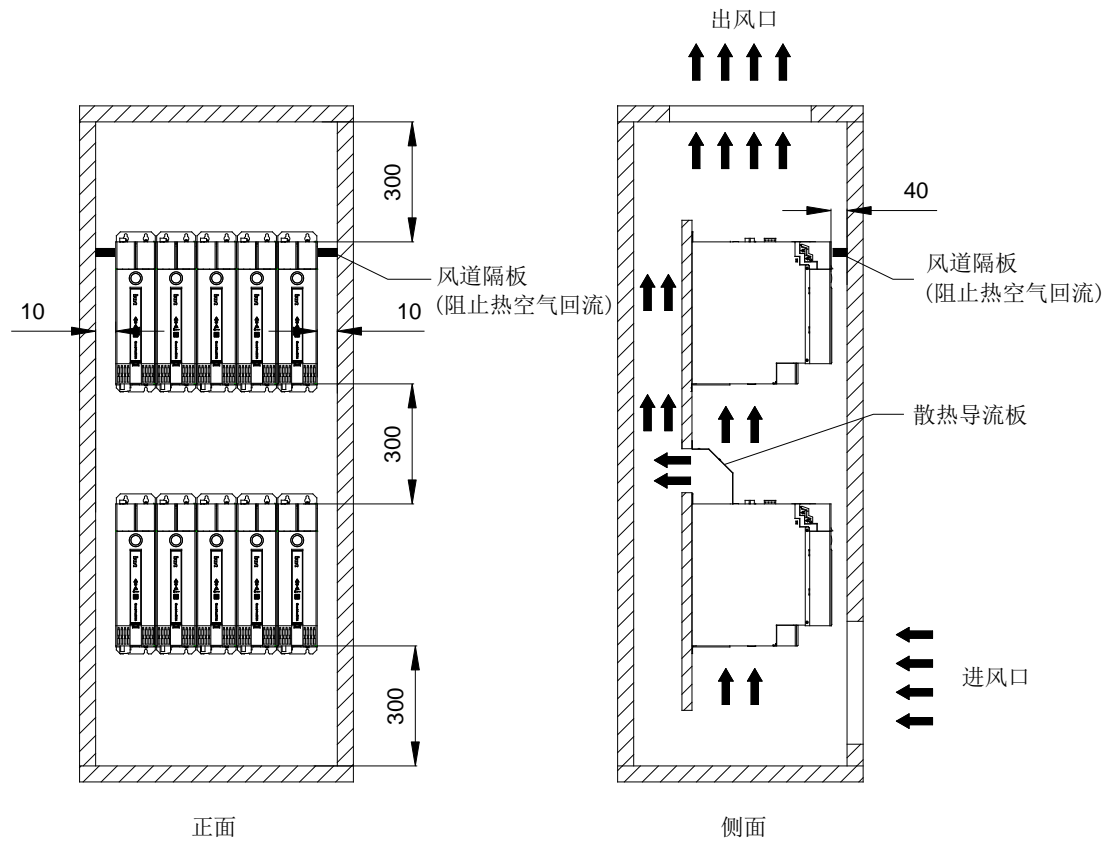
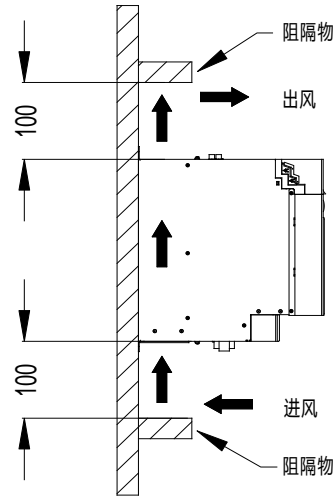

图 4-3 多台单元并排安装空间（单位：mm）
图 4-4 上下阻隔安装空间（单位：mm）
2. 需上下安装の場合，单元周围需预留相应散热空间，以确保散热良好，请参考图 4-3。
3. 单元的上方和下方必须保持最小通风空间，以确保散热良好，请参考图 4-4。
注意：图 4-3 以及图 4-4 标注尺寸为最小极限尺寸。
- 在需要上下安装の場合，必须安装散热导风板，请参考图 4-3。
- 被动排风（出风口不安装系统排风扇）的情况下，必须安装风道隔板，阻止热空气回流，请参考图 4-3。